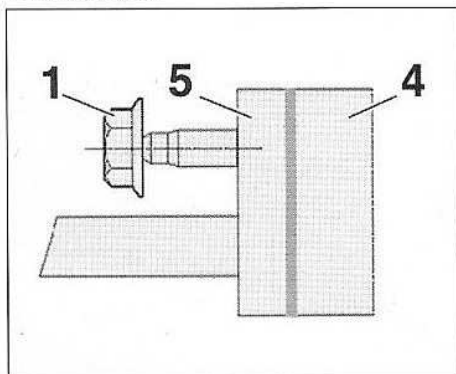

FIG.7
- Les brides de canalisations (5) doivent être en appui sur le compresseur (4) avant le serrage des écrous (1) (Fig.7).